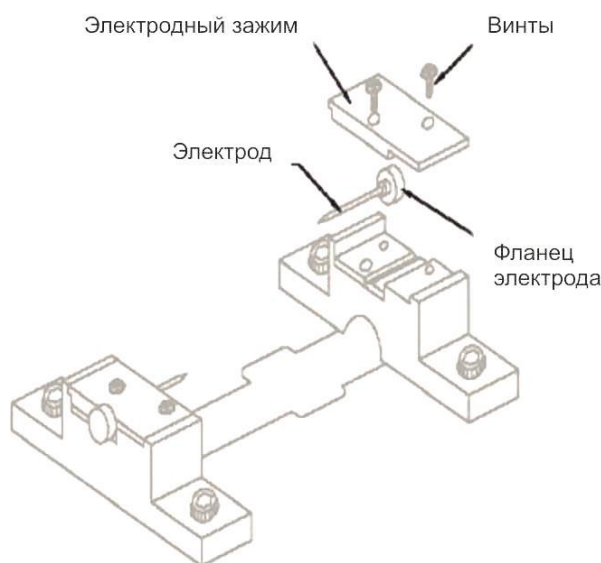

Рис. 4-3.
- 2) Извлеките старые электроды. Данная процедура изображена на рис. 4-3.